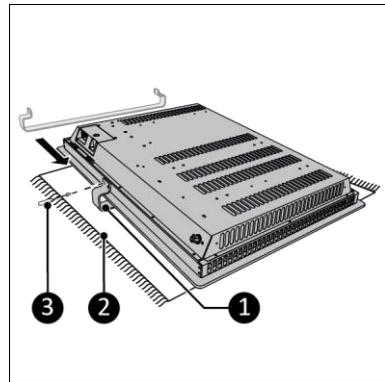

Figura 7
1. Așezați dispozitivul pe o suprafață moale și stabilă (Figura 7, poz. 2).
3. Glisați cu grijă suportul pentru prosoape (Figura 7, poz. 1) sub dispozitiv.
4. Instalați suportul pentru prosoape pe partea din spate a dispozitivului cu ajutorul unei șurubelnite Phillips (Figura 7, poz. 3).